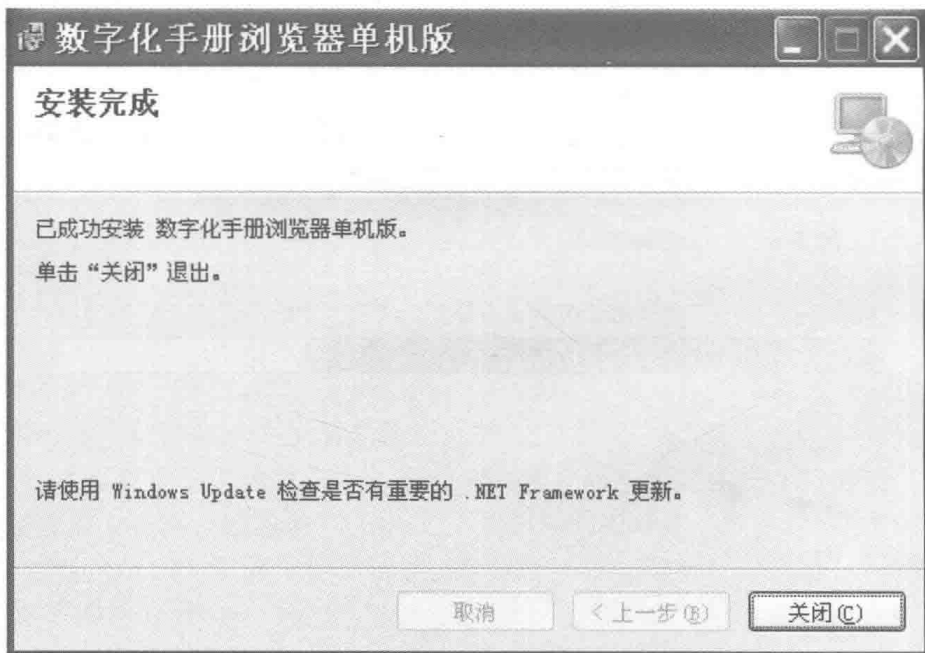

图 1-9 “安装完成”窗口
9) 当安装成功后，安装向导显示图 1-9 所示的“安装完成”窗口，提示用户系统已正确安装完成。单击“关闭”按钮，完成安装。